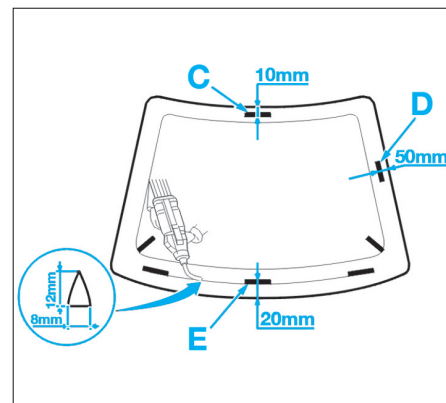

FIG. 10
- Découper l'embout de la buse au  $\rightarrow$  8 mm sur une hauteur de 12 mm (Fig.10).
- (C) à 10 mm du bord,
- (D) à 50 mm du bord,
- (E) à 20 mm du bord.